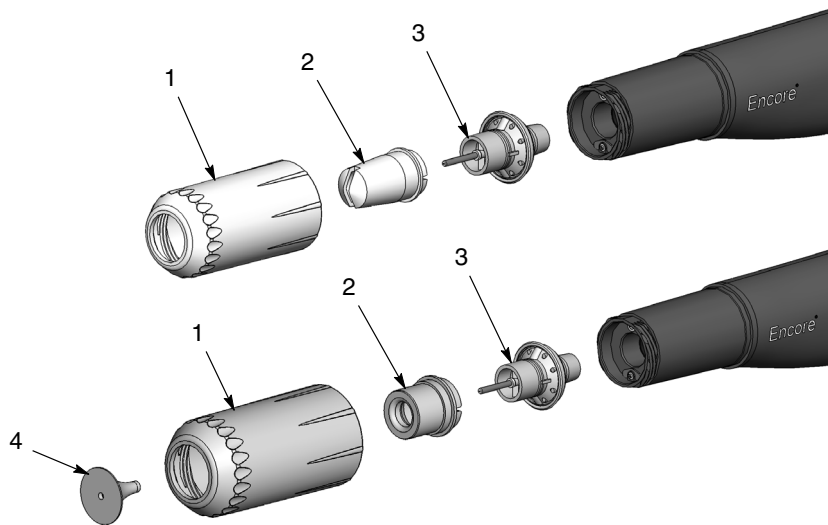

Figure 3 Dépose des buses à jet plat ou conique du pistolet de pulvérisation.
2. Voir la figure 3. Si une buse conique est utilisée, commencer par retirer le déflecteur (4). Dévisser l'écrou de la buse (1) et le retirer. Retirer ensuite la buse (2) et le porte-électrode (3) du pistolet de pulvérisation.